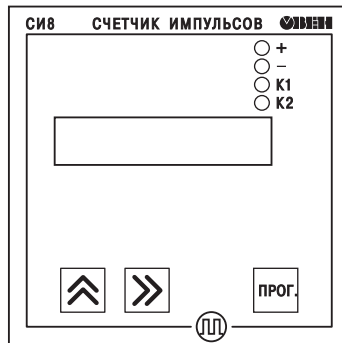
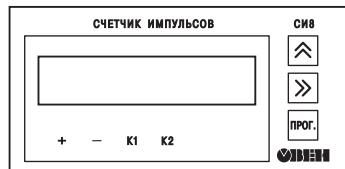

Рис. 20
Рис. 21
3.2.4. На рис. 20 приведен внешний вид лицевой панели прибора для корпусов настенного и щитового (Щ1) крепления, а на рис. 21 - щитового (Щ2).